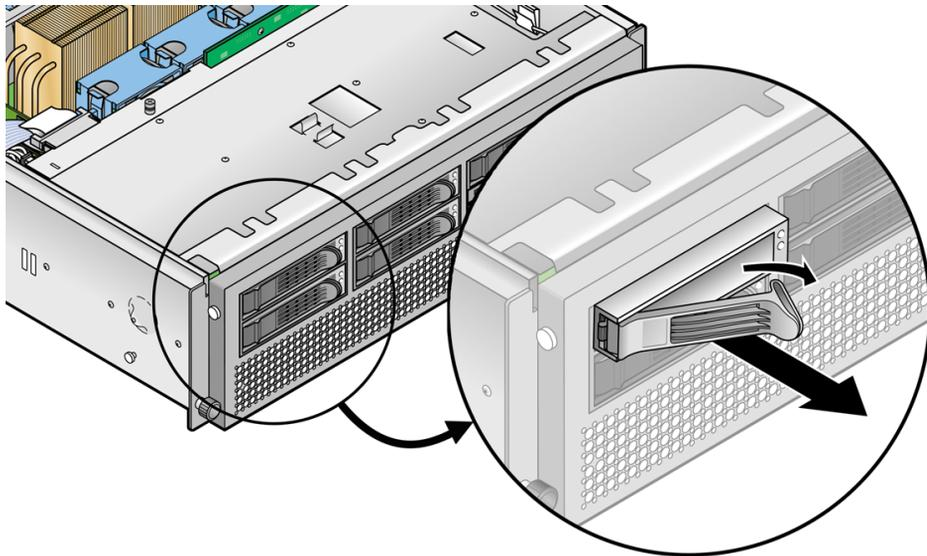

FIGURE 4-11 Support d'une unité de disque dur SCSI et bascule
2. **Appuyez sur la bascule et faites délicatement pivoter le bras le plus à gauche possible (voir FIGURE 4-11).**